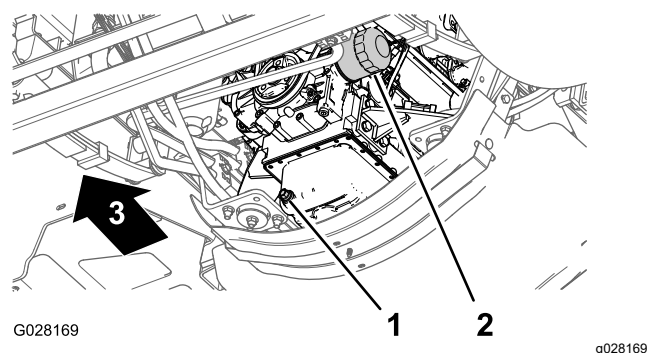

Figura 112
3. Coloque un recipiente de drenaje debajo del filtro de aceite del motor (Figura 112).
4. Retire el filtro de aceite usado (Figura 112).
8. Instale el filtro de aceite en el adaptador de filtro, gire el filtro de aceite en sentido horario hasta que la junta de goma entre en contacto con el adaptador del filtro, luego apriete el filtro media vuelta más (Figura 112).
1. Coloque un recipiente debajo del tapón de vaciado (Figura 112).
2. Retire el tapón de vaciado (Figura 112) y deje que el aceite se drene completamente.